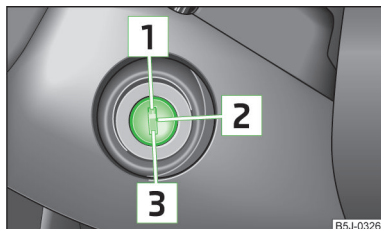

Fig. 102
- În timpul deplasării, la oprirea motorului, cheia trebuie să se găsească întotdeauna în poziția 2 » fig. 102 la pagina 103 (contact cuplat). Această poziție este semnalizată prin aprinderea de lămpi de control. Dacă acest lucru nu se întâmplă, mecanismul de direcție se poate bloca neintenționat - Pericol de accident!
- Demarorul poate fi acționat numai când motorul nu este pornit și autovehiculul staționează. Dacă se acționează demarorul când motorul este în funcțiune 3 » fig. 102 la pagina 103, se poate deteriora demarorul, respectiv motorul.
Motoare pe benzină » fig. 102
Motoarele diesel » fig. 102
Dacă **mechanismul de direcție este blocat** iar cheia nu se poate roti, sau se rotește cu greu în poziția **2** » fig. 102, atunci volanul trebuie rotit puțin încolo și înapoi - astfel se deblochează mecanismul de direcție.
- Cuplați contactul **2** » fig. 102 la pagina 103.
Opriti motorul prin rotirea cheii de contact în poziția **1** » fig. 102 la pagina 103.